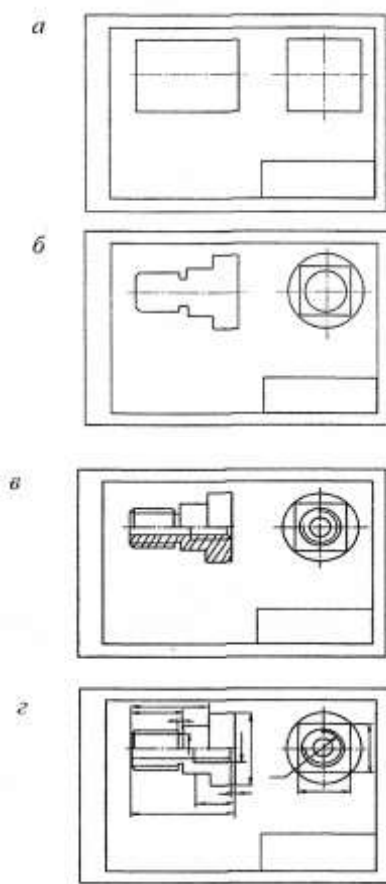

Рис.17
- размещение видов на чертеже планируют с помощью габаритных прямоугольников (рис. 17 а).
- нанести внешние контуры каждого изображения с конструктивными элементами (фаски, проточки и т. д.) (рис. 17б);
- обвести видимый контур изображений сплошной толстой линией (рис. 17 в).
- провести выносные и размерные линии для всех размеров (габаритных, межосевых и т. (рис. 17д.);
- обозначить разрезы, сечения, выносные элементы (если они имеются) (рис. 17 г).